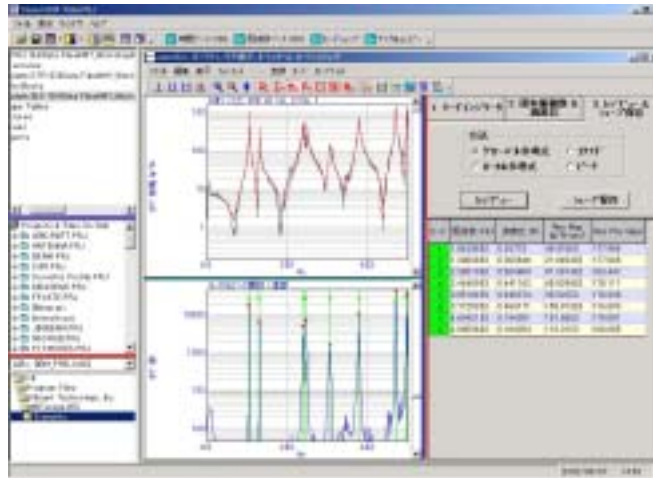

図 15 カーブフィット後のワークエリア
5. **3.レジデュ-&シェープ保存**タグをクリックしてください。方法コラムで**グローバル多項式法**を選択し、**レジデュ**をクリックしてください。レジデュの計算データブロックが表示されますが、このまま **OK** をクリックしてください。振幅および位相が求まります(図 15)。